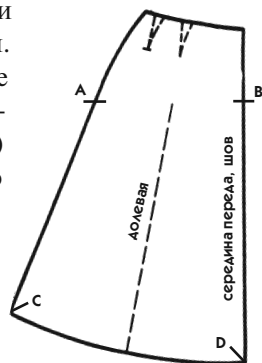

Рис. 234
- Эти вытачки неизбежно окажутся излишними на линии талии. Их можно застрочить, как это представлено на лекале, или перенести ближе к линии бокового среза, чтобы сделать менее заметными (на рис. 234 вытачки показаны пунктиром).
линии, надо указать сгиб ткани по долевой или сгиб ткани по косой в зависимости от модели. Если прямая юбка состоит из четырех частей (две на переднем полотнище и две на заднем), необходимо указать направление долевой (или косой) нити по середине каждой части. Для этого надо сложить лекало пополам, совмещая прямые линии бокового среза и середины переда (линию AC с линией BD на рис. 234), и по сгибу отметить направление долевой нити.
5. **Направление долевой нити.** Рассмотрите пример и нанесите на лекало те же обозначения. Вы увидите, что, если долевая нить расположена, как на рис. 234, линия будет параллельна базовым линиям и пройдет по середине клина.